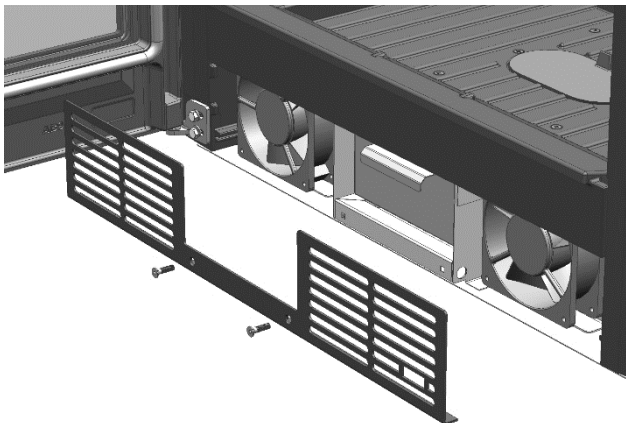

Fig.1
7. Solte a grelha frontal desapertando os parafusos que a fixam (Fig.1).